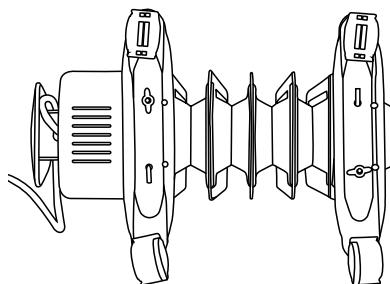

рис. 4
1. Соединить одну из опорных ножек (2) с двумя роликами (1).
2. Закрепить гайками (3).
4. Перевернуть обогреватель нижней частью вверх, как показано на Рис. 4.
5. Продеть металлический держатель (4) через фиксатор.
6. Прикрепить опорную ножку с колесиками посредством металлического держателя (4) и винтов (5) к нагревателю.